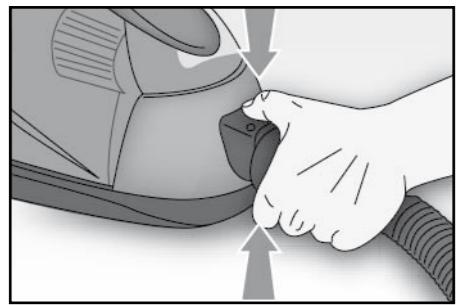

Fig. 2
- Inserire il manicotto (14) nell'apertura di entrata dell'aria (6) e premerlo finché non si blocca a scatto. Per rimuoverlo, è necessario premere contemporaneamente i due pulsanti di sblocco (2) ed estrarlo (Fig. 2).